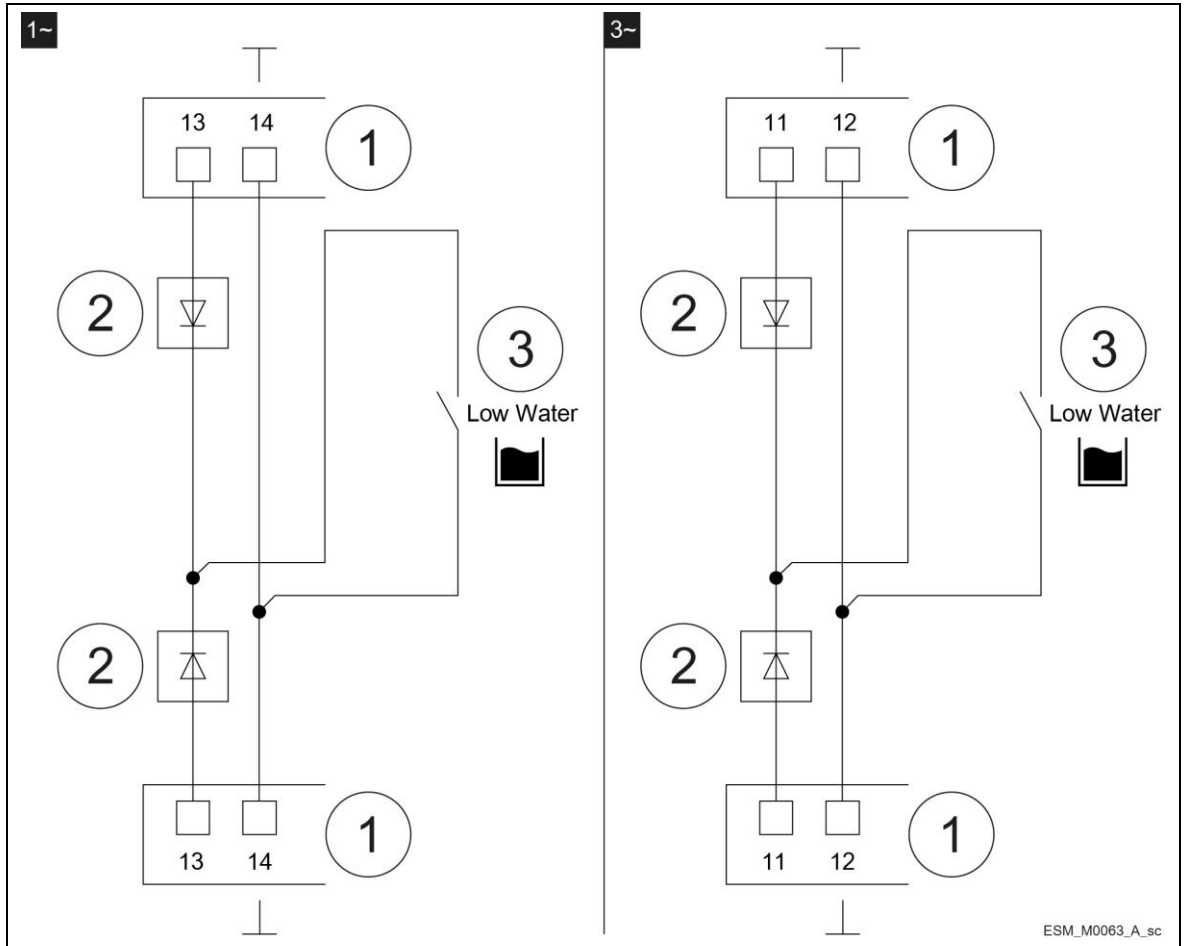

Figura 12: Diodo
- Cuando se activa el modo doble, si se utiliza un solo contacto externo de falta de agua para ambas unidades (terminales 13-14 para la versión monofásica, terminales 11-12 para la versión trifásica), se deben insertar dos diodos, asegurándose de que se respete la polaridad entre los contactos de las 2 unidades. Ver figura 12.